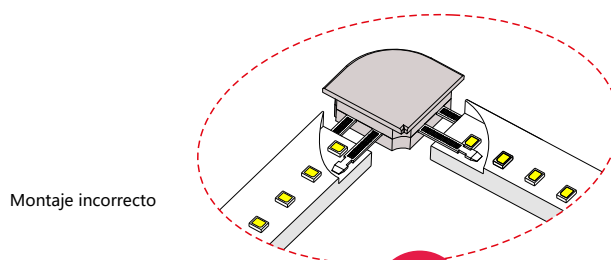

Fig. 7.4
- Fig. 7.4 — No inserte 2 pines en la parte posterior de la PCB y los otros dos en la superficie, lo que provocaría un cortocircuito y quemaría todo el rollo de la tira, pudiendo provocar un incendio.